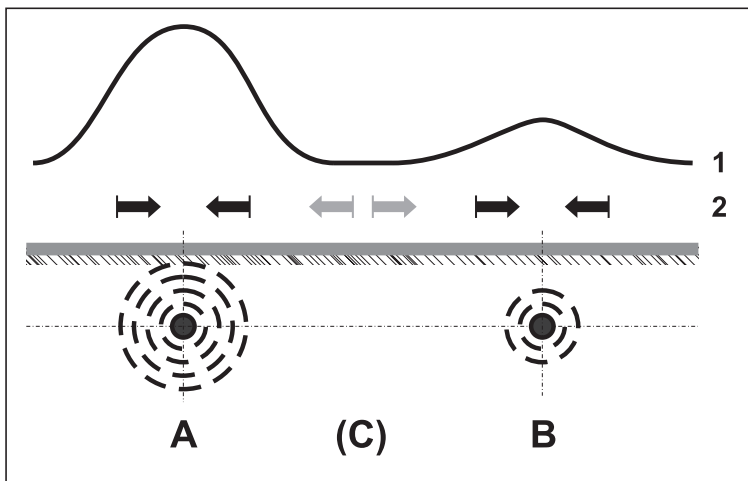

Abb. 40: Ortungssituation bei nebeneinanderliegenden Leitungen
Abb. 40 zeigt eine Ortungssituation, bei der sich dicht neben der zu ortenden Leitung A eine weitere Leitung B befindet. Leitung A wird direkt besendet. Über beiden Leitungen zeigt der Signalverlauf (1) jeweils ein Maximum.